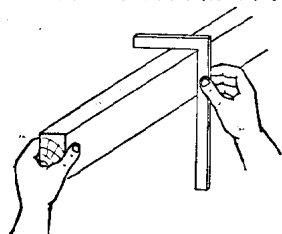

图 1-2 卡方
1.卡方 在刨削过程中，要知道所刨削的木料相邻两个面是否成直角时，可用右手捏住曲尺尺翼的根部，左手握住木料一端将其提起，把曲尺的内角卡在木料的角上来回拖动，目视木料的相邻两个面是否全部紧贴曲尺内角，如全部紧贴，则表示这个面成为直角（图1-2）。